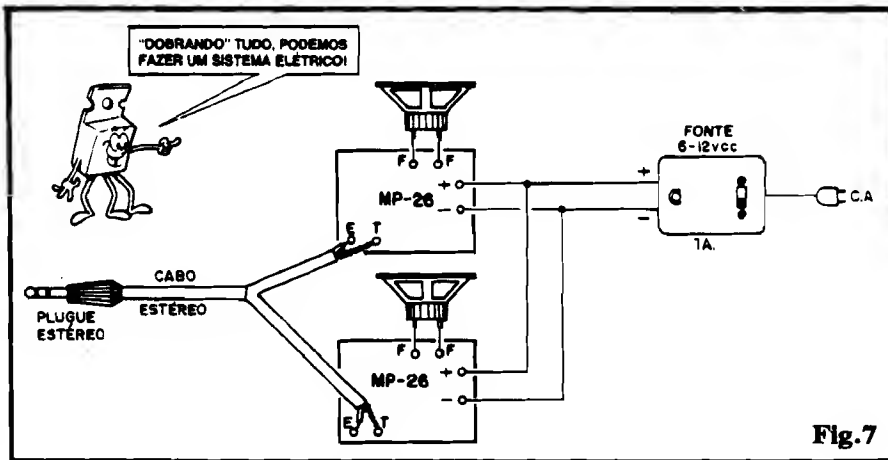

Fig. 7
- FIG. 7 - A possibilidade estéreo. Até o momento, todas as instruções se referiram a um módulo MONO de amplificação/reforço... Entretanto, absolutamente NADA impede que o Leitor/"Aluno" elabore um conjunto ESTÉREO, bastando construir duas unidades da MP-26, idênticas, instalando-as conforme mostra a figura! Observem os seguintes pontos: a Entrada de sinal, obviamente, deverá ser feita a partir de um plugue estéreo, acoplado a um cabo blindado também estéreo (ou a dois cabos mono...) e a fonte de alimentação (sempre com Tensão